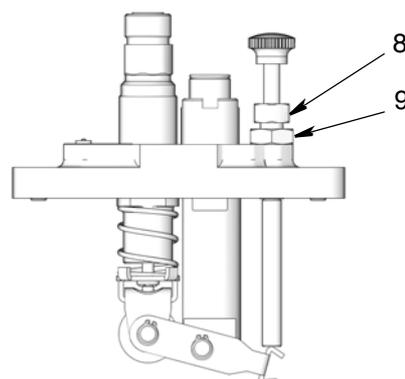

ABB. 9
Das Pumpenvolumen wird über eine externe Einstellschraube (8) geregelt (ABB. 9). Durch Drehen der Einstellschraube wird die Länge des Kolbenhubs verändert, wodurch das Ausgangsvolumen der Pumpe geändert wird.
1. Lösen der Sicherungsmutter (9) der Einstellschraube (ABB. 9).
2. Einstellschraube (8) drehen (ABB. 9):
3. **Nur für Saugpumpenmodelle und Pumpenmodelle mit Fließbecherzufuhr:** Bei laufendem Öl, die Tropfen zählen, die in einer Minute vom Tropfrohr (4) in das Schauglas (2) fallen.
5. Sobald die Pumpe auf die ordnungsgemäßen Werte gemäß den technischen Daten eingestellt ist, die Sicherungsmutter der Einstellschraube (9) festziehen (ABB. 9).
Die Anzahl an Tropfen, die Sie in das Schauglas fallen sehen, entspricht der Ölmenge, die von der Pumpe ausgegeben wird. Das Pumpenvolumen kann mit der Einstellschraube (8) (ABB. 9) eingestellt werden, um den Kolbenhub zu verändern. (Siehe Einstellen der Pumpe.)